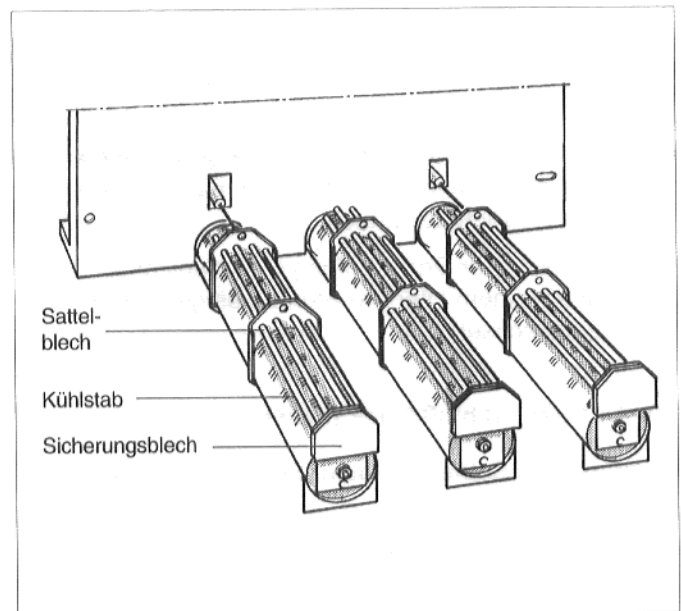

Abb. 28: Brennerschild-Rückseite mit Brennstäben
- Sicherungsbleche von den hinteren Sattelblechen nach oben abziehen (Abb. 28).
- Kühlstäbe aus den Sattelblechen herausziehen. Die Sattelbleche werden nicht entfernt (Abb. 28).